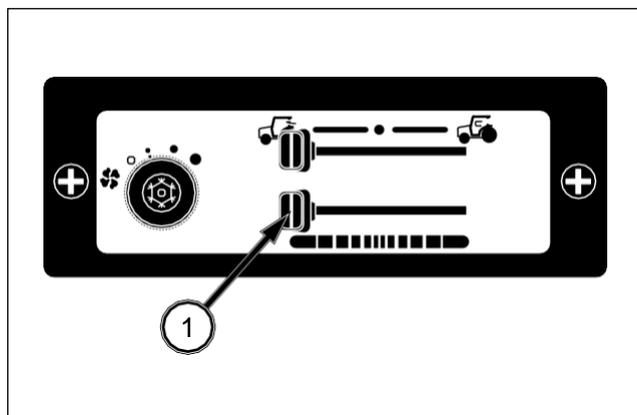

FIG. 176
FIG. 176: Ajuste la temperatura del aire desplazando la palanca de ajuste de la temperatura (1) de FRAIS (frío) (izquierda) a CHAUD (caliente), (derecha) o entre estas dos posiciones.